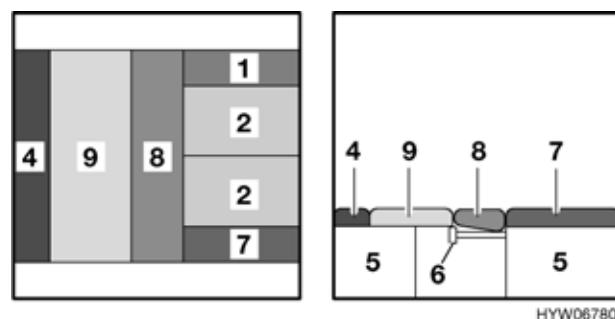

Fig. 86 Dopo la trasformazione
- Piazzare il cuscino aggiuntivo (Fig. 86,4) tra il cuscino del divano (Fig. 86,9) e la parete esterna.
- Appoggiare il cuscino dello schienale (Fig. 86,8) sulle due prolunge dei cassoni letto.